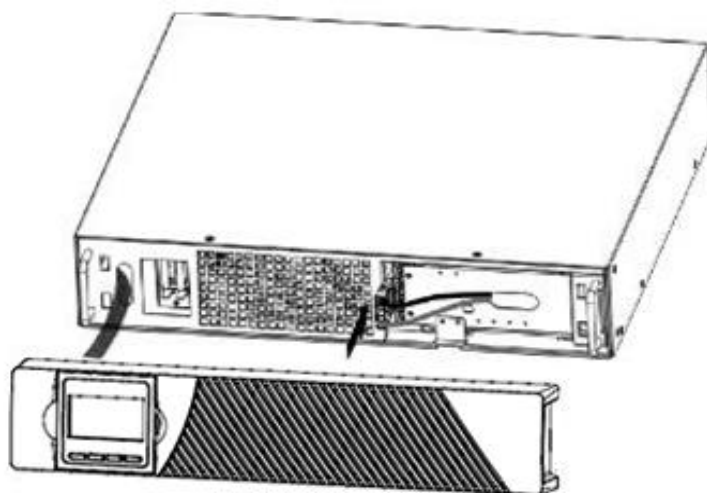

Рисунок 6 Подключение внутренних батарей ИБП
b) Подключение разъема аккумуляторных батарей (см. рисунок 6)